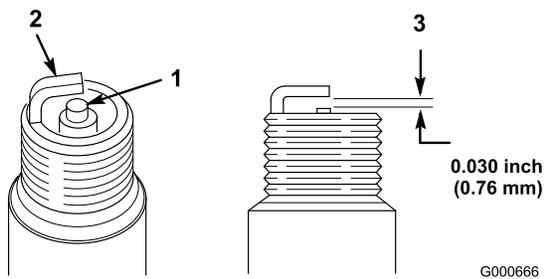

Figure 27
- Examinez le centre de la bougie (Figure 27). Si le bec de l'isolateur est recouvert d'un léger dépôt gris ou brun, le moteur fonctionne correctement. S'il est couvert d'un dépôt noir, c'est généralement signe que le filtre à air est encrassé.
2. Contrôlez l'écartement entre les électrodes centrale et latérale (Figure 27) et pliez l'électrode latérale si l'écartement est incorrect.